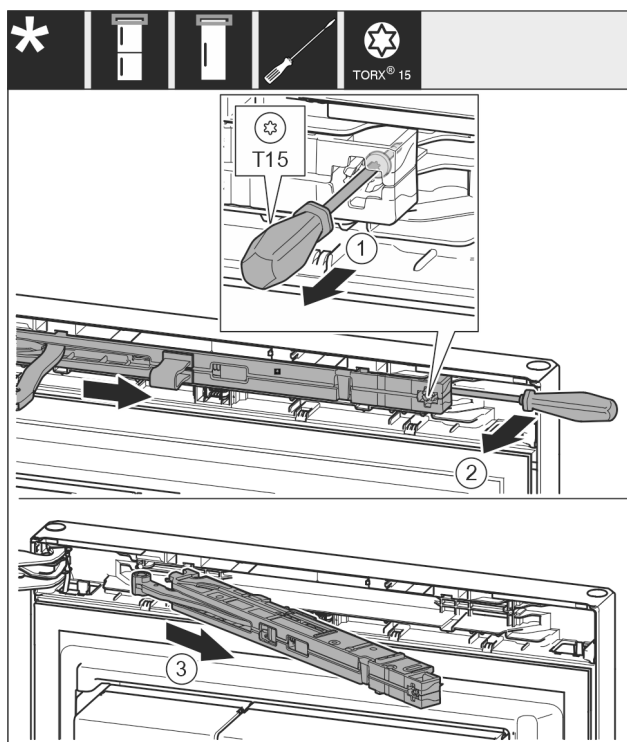

Fig. 8
- Przy pomocy śrubokręta T15 odkręcić śrubę na amortyzatorze zamykania drzwi ok. 14 mm. Fig. 8 (1)
- Od strony uchwyty, za amortyzator zamykania drzwi wsunąć śrubokręt i obrócić jednostkę do przodu. Fig. 8 (2)
- Wyjąć amortyzator zamykania drzwi. Fig. 8 (3)